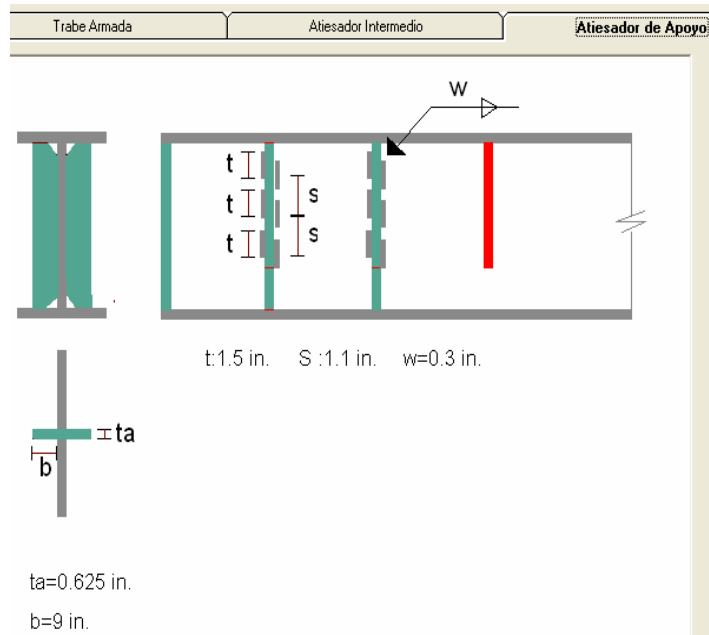

Figura 6.11 Dimensiones de Atiesador de Apoyo.
4. La carpeta “Atiesadores de Apoyo”, se muestra en la Figura 6.11.